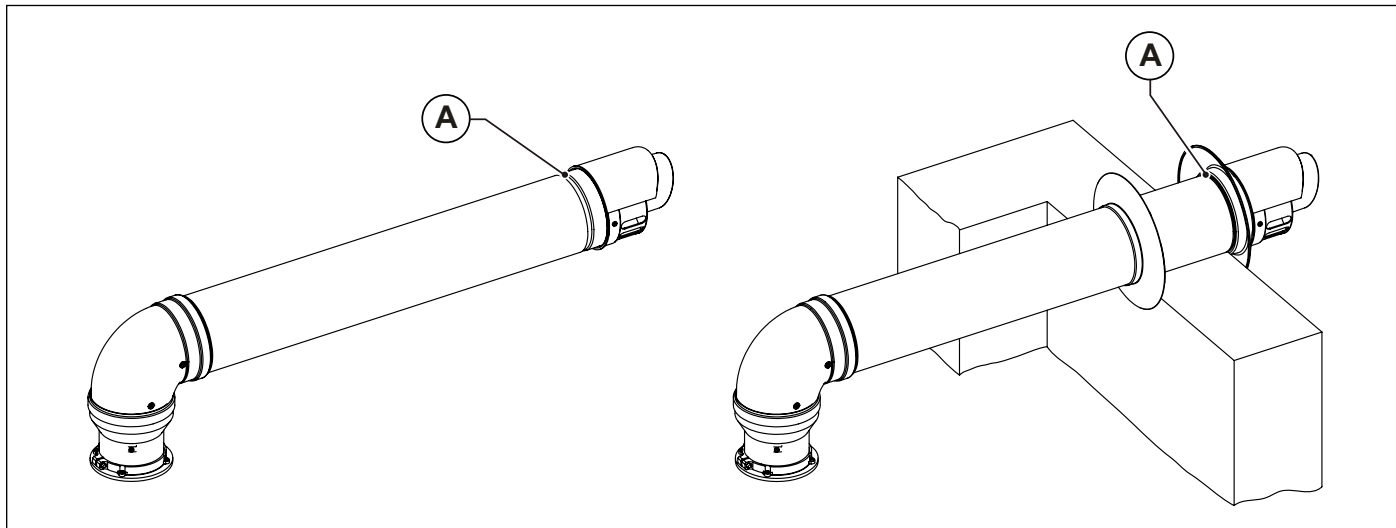

Abb. 11 Installation der Wandenteile
Die verdoppelten und koaxialen Endteile zur Luftansaugung und Rauchabführung weisen eine Rille (A) zur Befestigung der äußeren Wand im unteren Bereich auf. (siehe Abb. 11 Installation der Wandenteile).